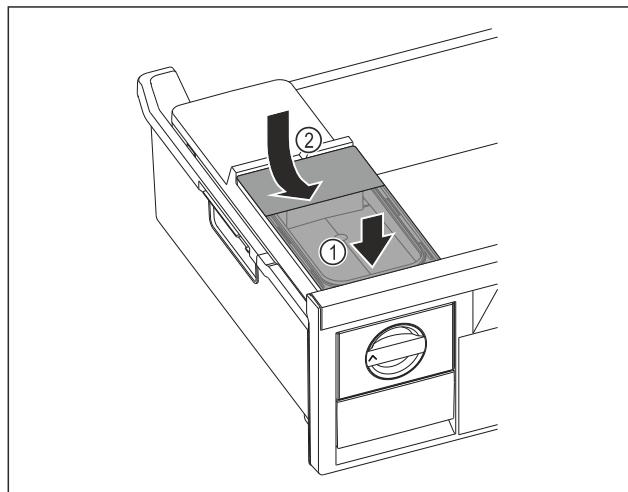

Fig. 125
- Помістити бак для води спереду. Fig. 125 (1)
- Опустити бак для води ззаду. Fig. 125 (2)